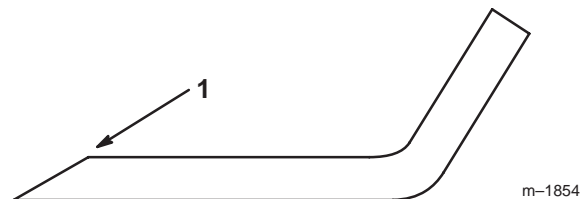

Figure 35
1. Au moyen d'une lime, aiguisiez les tranchants aux deux extrémités de la lame (Fig. 35) en veillant à conserver l'angle de coupe d'origine. Limez la même quantité de métal sur chacun des deux tranchants pour ne pas déséquilibrer la lame.